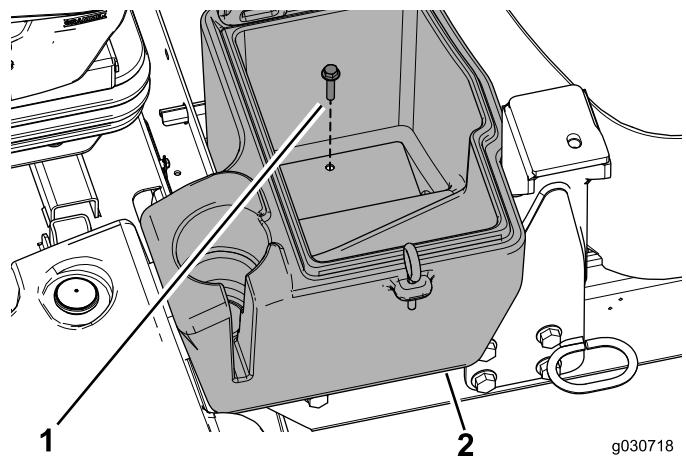

Figura 21
4. Aperte o parafuso (5/16 x 1-1/2 pol.) para prender o compartimento de armazenamento à máquina (Figura 21).